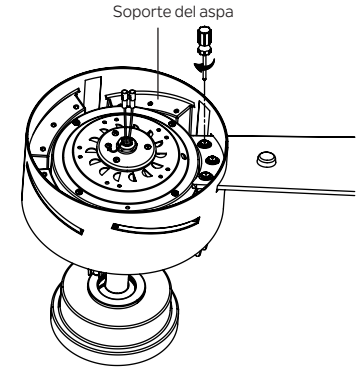

Figura 11
Paso 2. Deslice con cuidado el conjunto de aspas a través de la ranura como se muestra, asegúrese de que el conjunto de aspas esté completamente asentado contra el soporte de las aspas en el conjunto del motor. Apriete firmemente la hoja con los tres tornillos que se encuentran en el paquete de accesorios. (Figura 11)